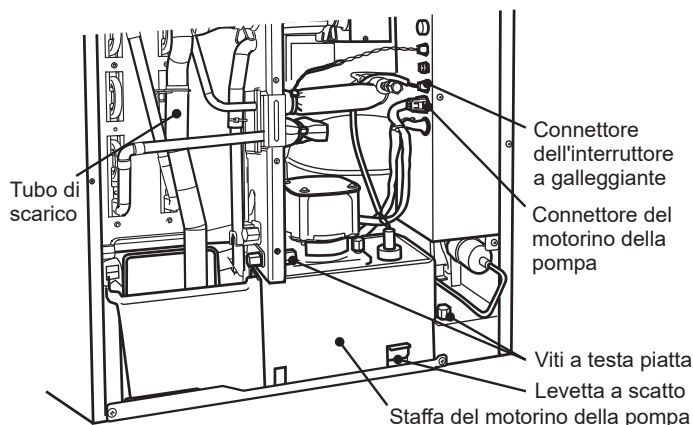

Fig. 3
- 2) Allentare le due viti a testa piatta che fissano la staffa del motorino della pompa. Vedere Fig. 3.
Assicurarsi di far passare il tubo di scarico dietro il tubo in rame e collegarlo saldamente. Vedere Fig. 3. Diversamente, il tubo di scarico potrebbe rimanere impigliato nell'isolamento anteriore, con conseguenti risultati inadeguati.